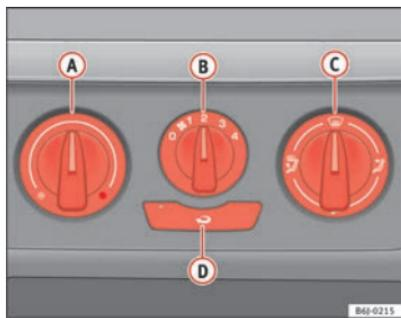

Fig. 89 Mando de la calefacción en el tablero de instrumentos
- Gire el regulador de temperatura ⇒ fig. 89 A hacia la izquierda.
- Gire el regulador de la temperatura ⇒ fig. 89 A hacia la derecha hasta alcanzar el grado de calefacción deseado.
- Gire el regulador de la temperatura ⇒ fig. 89 A hacia la derecha hasta el nivel máximo de calefacción.
- Gire el regulador de temperatura **⇒ página 131, fig. 89 A** hacia la zona de calefacción.